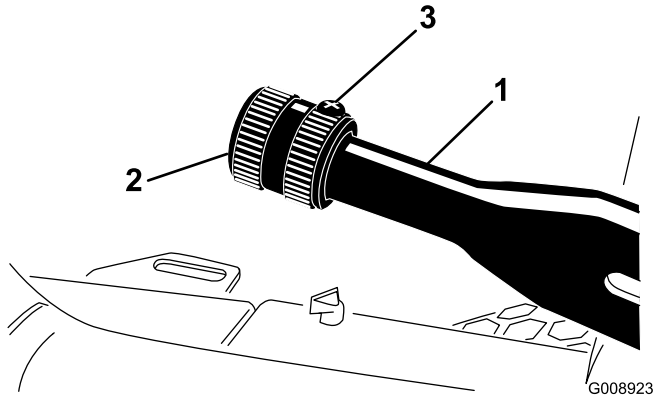

図 54
1. ブレーキレバーに調整ノブを固定している固定ネジをゆるめる (図 54)。